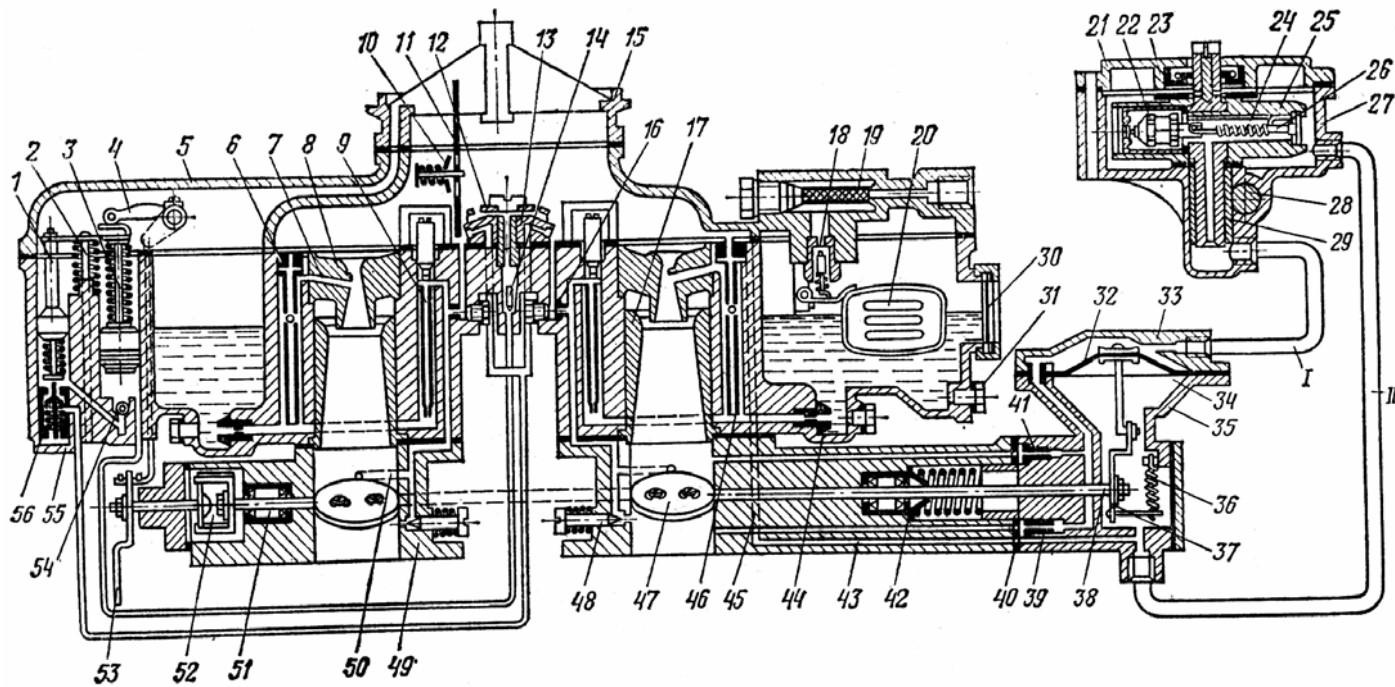

Рис. 4.29. Схема карбюратора К-126Б и ограничителя частоты вращения:
2. Изучите устройство карбюратора, рассматривая при этом его детали и рис. 4.29.